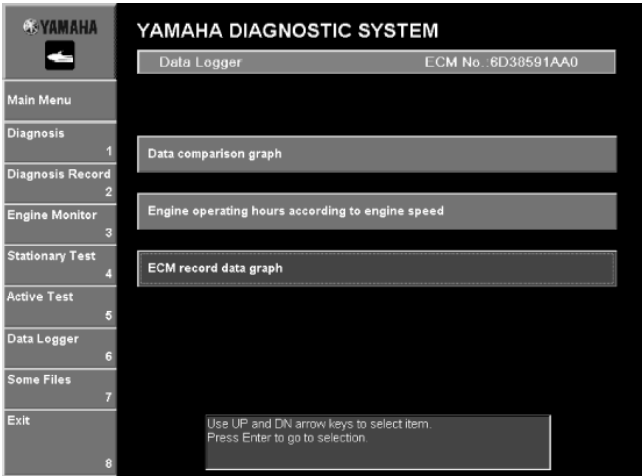

Рис. 92
- 1. Щелкнуть **График сравнения данных(Data comparison graph)** или выбрать нажатием клавиш курсора вверх или вниз на клавиатуре, и нажать клавишу Enter. (Рис. 92)
1. Щелкнуть по **Моточасы в зависимости от числа оборотов двигателя(Engine operating hours according to engine speed )** или выбрать нажатием клавиш курсора вверх или вниз на клавиатуре, и нажать клавишу Enter. (Рис. 92)
1. Щелкнуть **График данных записи ЕСМ(ECM record data graph )** или выбрать нажатием клавиши курсора вверх или вниз на клавиатуре, и нажать клавишу Enter. (Рис. 92)